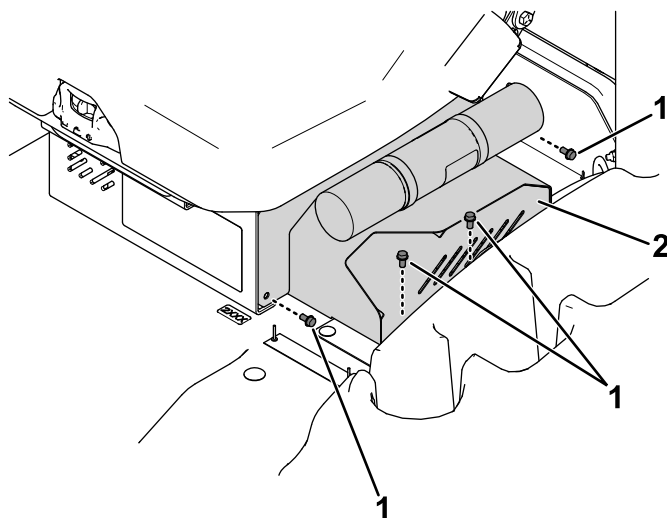

Figura 14
2. Retire a tampa do cabo do carregador (Figura 14).
3. Instale a tampa do cabo do carregador (Figura 14).